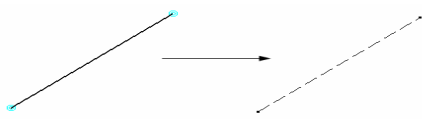

图 2-201
- : 将所选元素转变为构造元素。单击该图标，用户所选的几何元素将被修改为构造特征，如图 2-201 所示。